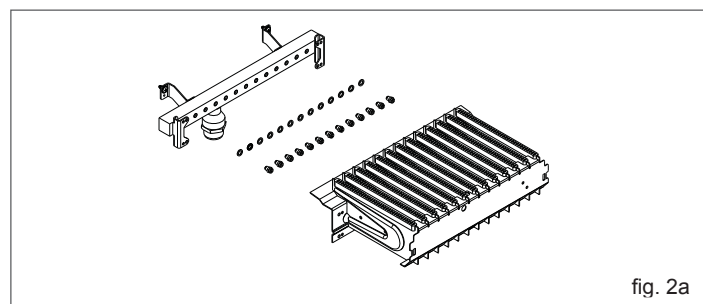

fig. 2a
- utilizzando una chiave a tubo o a forchetta, rimuovere gli ugelli e le ranelle e sostituirli con quelli presenti nel kit (fig. 2a).